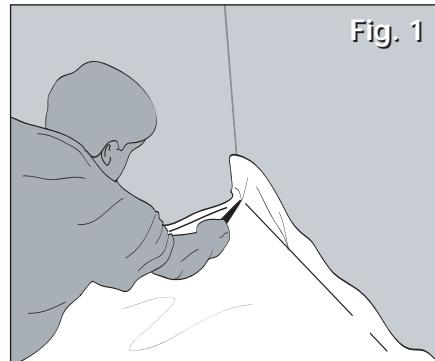

Fig. 1
3. Reach under and grab the overlap flap and pull it up so it lies against the starting wall. Trim this overlap flap back to leave approximately 2 inches of plastic up the wall (see Fig. 1). (*Use this cut off section to repair damage in the underlayment as needed.)
3. Saisir le rabat par en bas et le tirer de sorte qu'il repose contre le mur de départ. Couper ce rabat de chevauchement de façon à laisser environ 2 po (5 cm) de plastique contre le mur (voir Fig. 1). (Utiliser cette section découpée pour réparer toute endommagement éventuel de la sous-finition).
3. Agarre por debajo la solapa de superposición y tire de ella hacia arriba hasta que esté contra el muro de arranque. Corte esta solapa de superposición de manera hasta dejar aproximadamente 2 pulgadas (5 cm) de plástico contra el muro (vea la Fig. 1) (*Utilice esta sección cortada para reparar los daños en la capa de insolación).